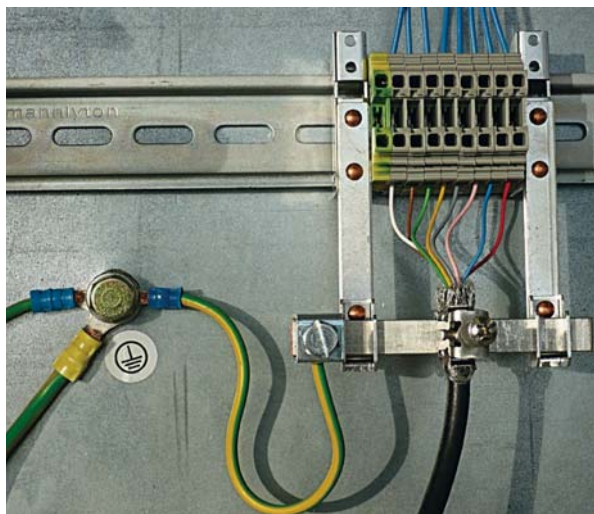

Figure 7.2 : Branchement du blindage des câbles dans l'armoire électrique
- ↳ Serrez le blindage à plat sur FE dans l'armoire électrique (voir figure 7.2).